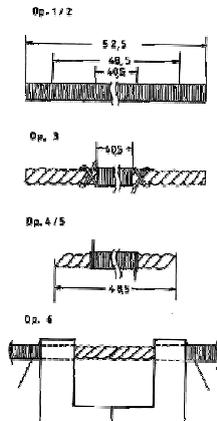

Abb. 6: OP. 1-6.
1. Die Ermittlung bzw. Festlegung der gestreckten Länge ist meist etwas unsicher, weil der Stropp oft mehrere Elemente umschließt. Man sollte also die zuerst ermittelte Länge genau festhalten, um sie entsprechend korrigieren zu können. Als Beispiel und Anhaltspunkt werden folgende Maße angenommen: Blockhöhe = 8,7 mm, Breite = 5,1 mm, Stropp-Durchmesser (umwickelt) 1,2 mm (Abb. 4, A). Hierfür ergab sich eine gestreckte Länge von 48,5 mm (Abb. 6, Op. 1-6).